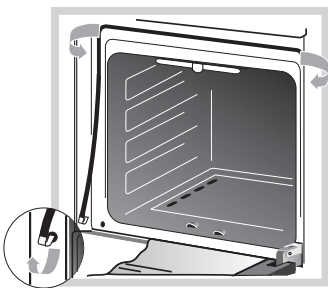

Рис.12
- Когда моете духовку, будьте аккуратны - не повредите резиновое уплотнение. Его можно снять, вынув скобы из отверстий (рис. 12).